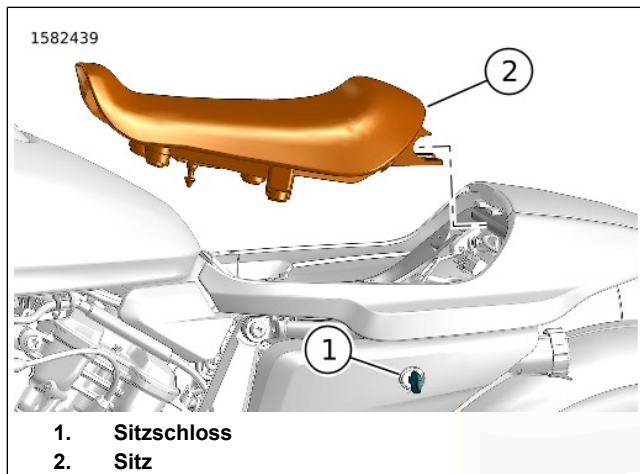

Abbildung 96. Sitz
1. Siehe Abbildung 96. Den Schlüssel in das Sitzschloss (1) stecken.
3. Zum Ausbau den vorderen Teil des Sitzes (2) anheben und gleichzeitig vorwärts bewegen.
1. Siehe Abbildung 96. Den hinteren Teil des Sitzes (2) in seine Position absenken.